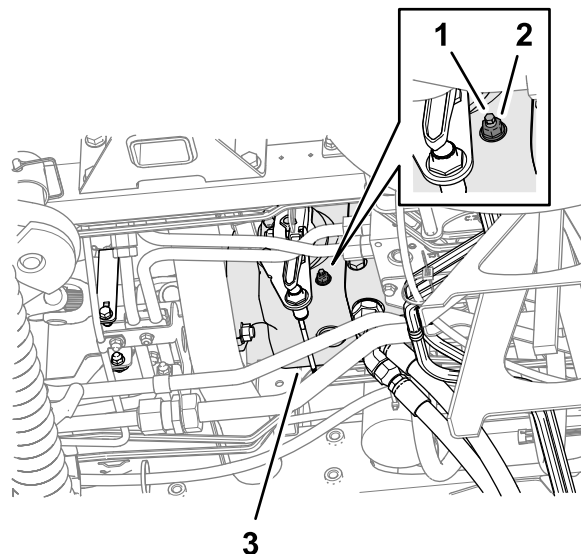

Figura 89
3. Desde la parte inferior de la máquina y en el lado derecho de la bomba de tracción, afloje la contratuerca que sujeta el tornillo de ajuste de retorno a punto muerto (Figura 89).